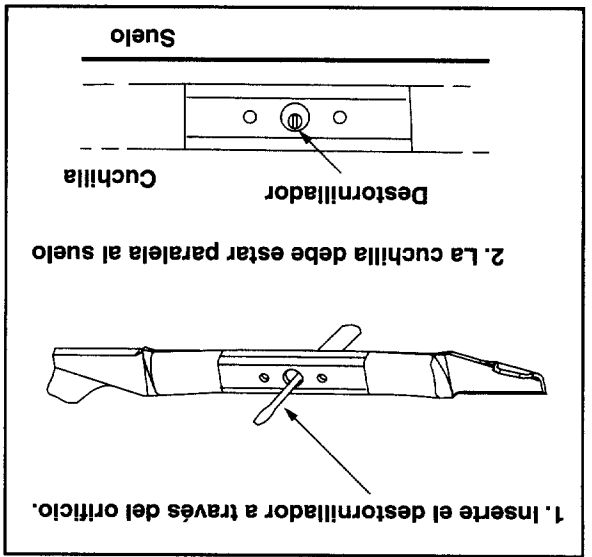

Figura 13
- Pruebe la cuchilla equilibrándola sobre un destrallador de eje redondeado o en un equilibrador de cuchillas. Vea la figura 13.